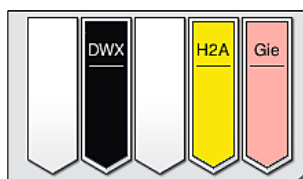

Fig. 87
- Dopo che un portavetrini ha esaurito il processo di colorazione, viene trasferito nel cassetto di uscita (→ "Fig. 19-4") e messo in posizione libera (→ "Fig. 87"). L'utente viene informato di questa operazione tramite un messaggio informativo e un segnale acustico.